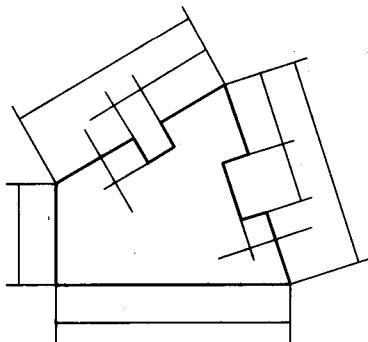

图 1-3 题 1-1 图
**【题 1-1】** 画箭头, 填写线性尺寸数字(尺寸数值从图 1-3 中量出, 取整数)。